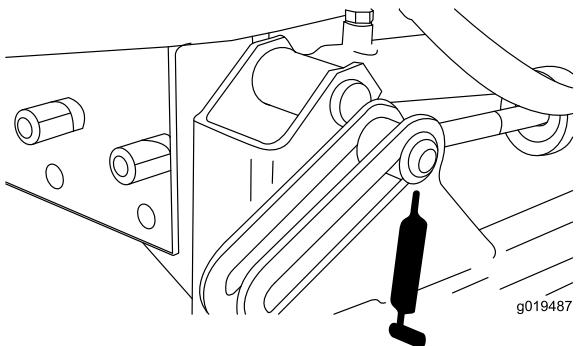
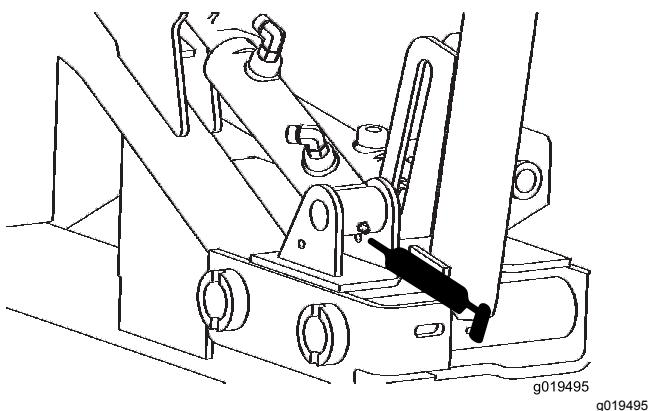

Figura 37
Figura 38
- Cilindros de elevação frontais (3) (Figura 37 e Figura 38)